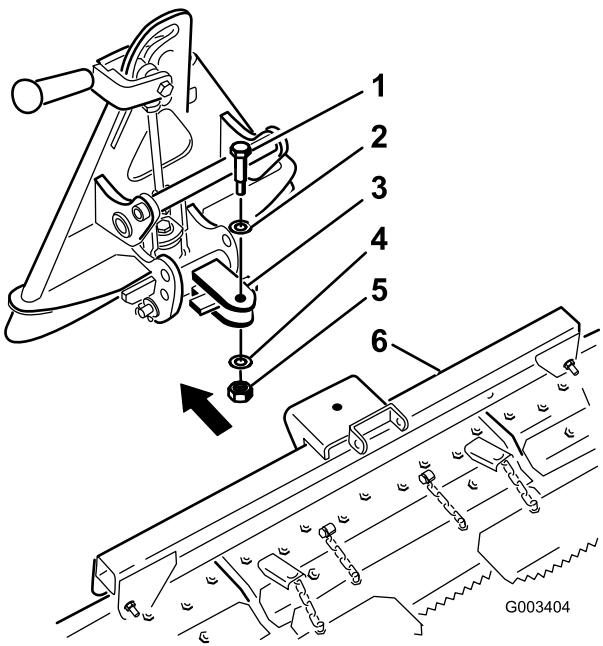

Figure 3
1. Fixez l'ensemble pivot au râteau à dents avec un boulon à épaulement, une rondelle (0,531 x 1,063 pouce), une rondelle (0,469 x 0,922 pouce) et un contre-écrou (7/16 pouce) comme illustré à la Figure 3.